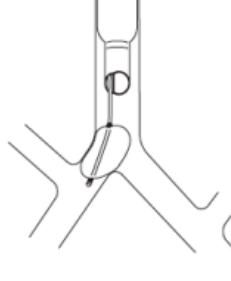

Fig.8
- 1) e 2) O acima mencionado pode ser atribuído ao fato de que o cuff bloqueador tenha sido deslocado para o lumen da traqueia (herniação), estreitando-o (Fig. 8).
7. Se ocorrer a herniação descrita na Fig. 8, a hipoxemia pode ser remediada pela simples desinsuflação do cuff.